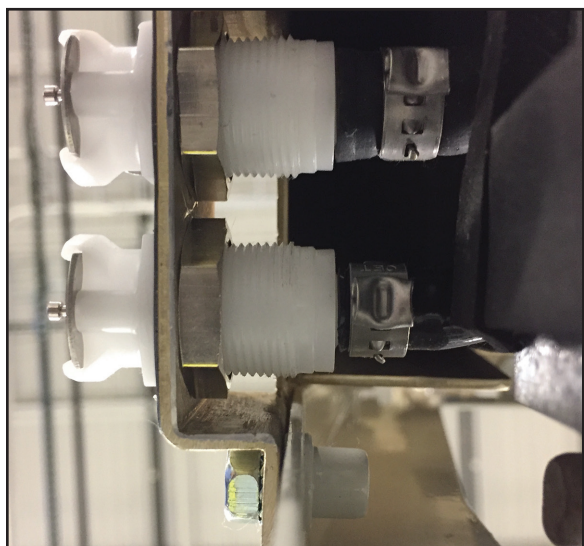

Fig. 8-38 Arrière des robinets de vidange (étape 5)
5. À l'aide de la pointe d'un tournevis à lame plate, ouvrir les colliers de serrage qui retiennent le tuyau à l'arrière du robinet (voir Figure 8-38).